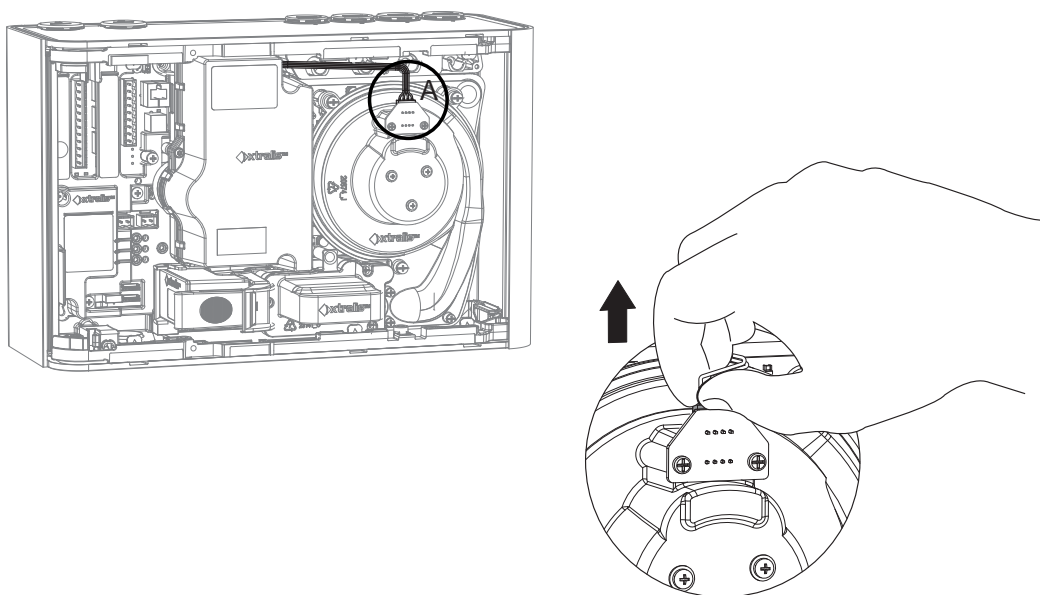

Figure 7-10: Déconnecter le câble d'aspirateur
2. Déconnectez le câble d'aspirateur(A) (Figure 7-10).